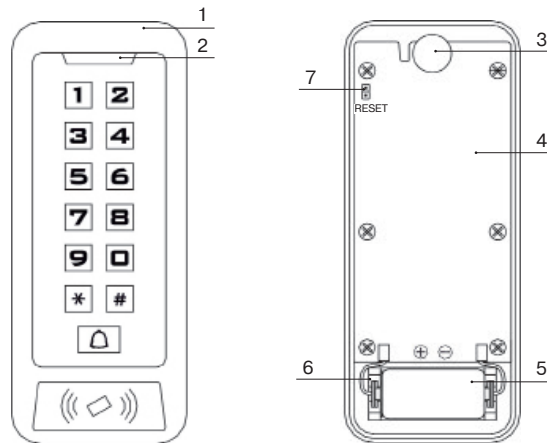
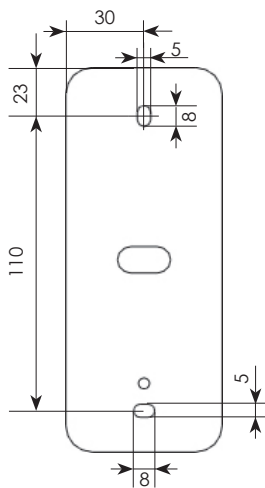

Рисунок 1
Рисунок 2
Клавиатура (рисунок 1) состоит из лицевой панели (1) с установленной в ней печатной платой (4) и основания (рисунок 2).
6.5 При успешном подключении к хабу, на клавиатуре включится индикатор красным цветом на 2 секунды, затем вы сможете увидеть клавиатуру в приложении, а также все данные о ней. Время режима «Связывание» ограничено 100 секундами. Для возобновления режима «Связывание» необходимо кратковременно замкнуть отверткой контакты RESET (поз.7, рис.1).
Для определения возможности использования клавиатуры в выбранном месте необходимо нажать клавишу Δ , после этого клавиатура отобразит качество радиосвязи с центром управления на индикаторе (поз.2, рис.1) в соответствии с таблицей 4.